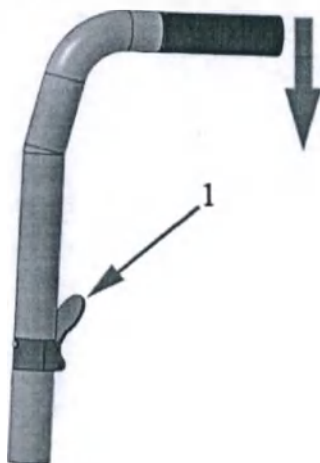
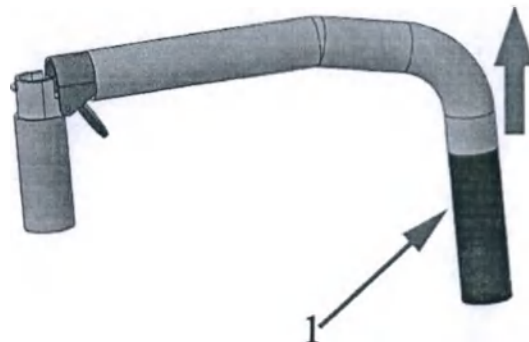

Рис.1.6
Рис.1.7
5.4.4 Спинки, сиденья изготовлены из прочной нейлоновой дышащей ткани. Спинка кресла складная по вертикальной оси. Для складывания спинки нажмите на флажки (поз.1, рис.1.6), расположенные на задней части спинки и потяните верхнюю часть спинки вниз. Для раскладывания спинки в рабочее положение потяните за ручки (поз.1, рис.1.7) спинки вверх до щелчка.